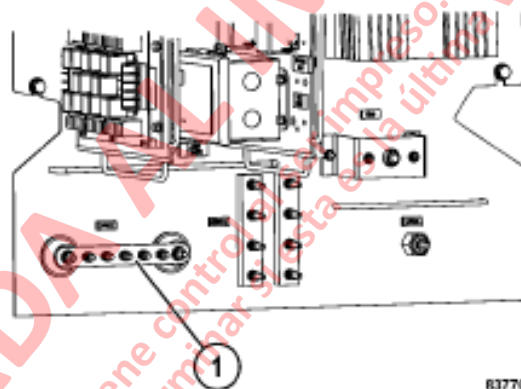

FIGURA 3-19. GABINETE DE CONTROL AUXILIAR
- a. Asegúrese de que el switch ON/OFF (1, figura 3-19) está en posición OFF.